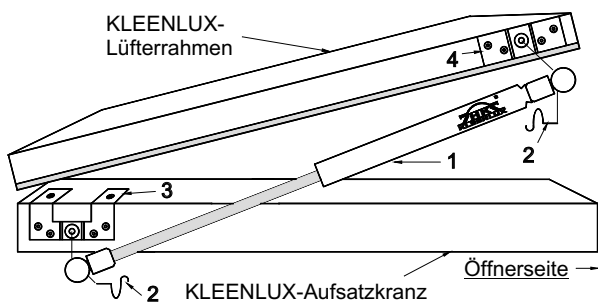

Abb. 6: Montage der Gasdruckfeder.
- ① Öffnen Sie den Lüfterrahmen auf ca. 85° und klinken die Gasdruckfeder(n) (Abb. 6, Pos. 1) fest in die untere und obere Kugelkopfkonsole ein (Abb. 6, Pos. 3+4).
- ② Setzen Sie die Sicherungsfedern (Abb. 6, Pos. 2) an beiden Enden der Gasdruckfeder ein und schließen den Lüfterrahmen.